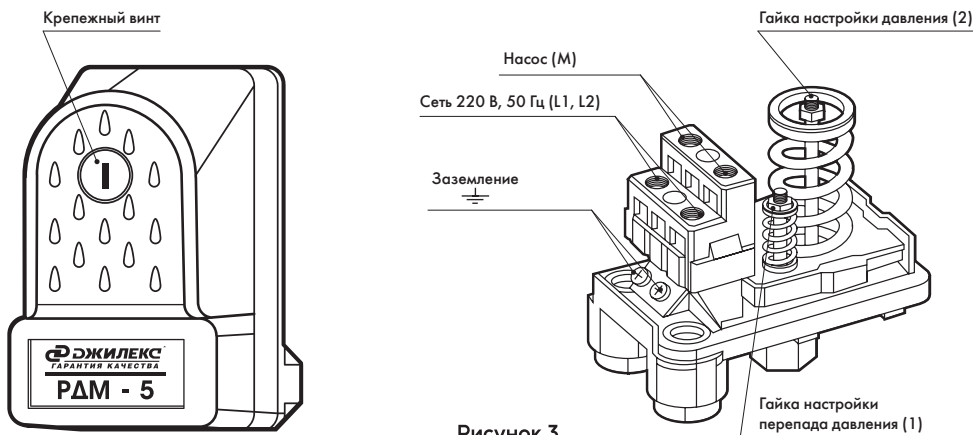

Рисунок 3
- отвинтите крепежный винт (рисунок 3), снимите крышку реле. Верхний и нижний предел давления «РДМ-5» регулируется гайкой (2), фиксирующей положение пружины.